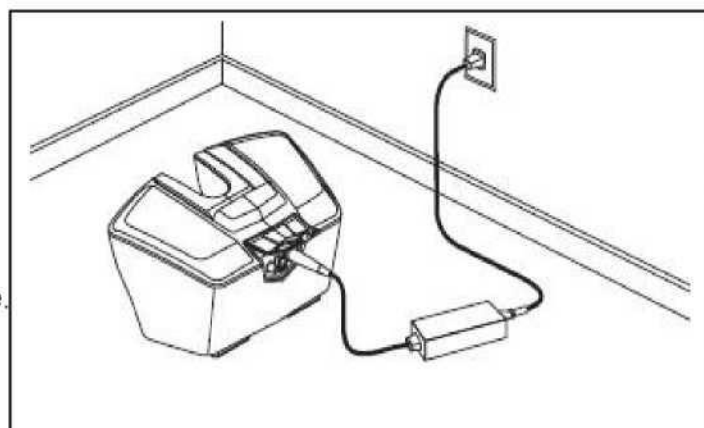

Figura 13. Carga de la batería con la batería extraída
3. Enchufe el cargador externo en el puerto del cargador de la batería. **Ver Figura 13.**